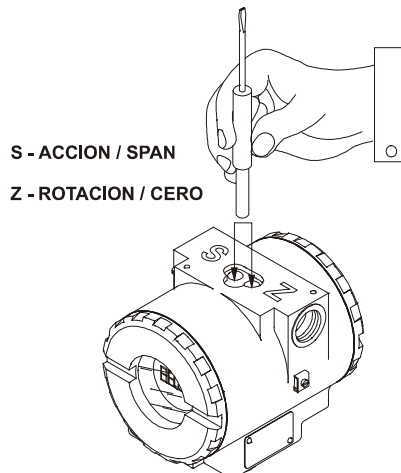

Figura 3.1 - Ajuste Local de Cero y Span y Llaves de Ajuste Local
El transmisor tiene, abajo de la placa identificadora, orificios para dos llaves magnéticas activadas por el destornillador magnético (Figura 3.1)
- ✓ Introduzca el destornillador magnético en el orificio de ajuste de Cero **(Z)** (Figura 3.1).